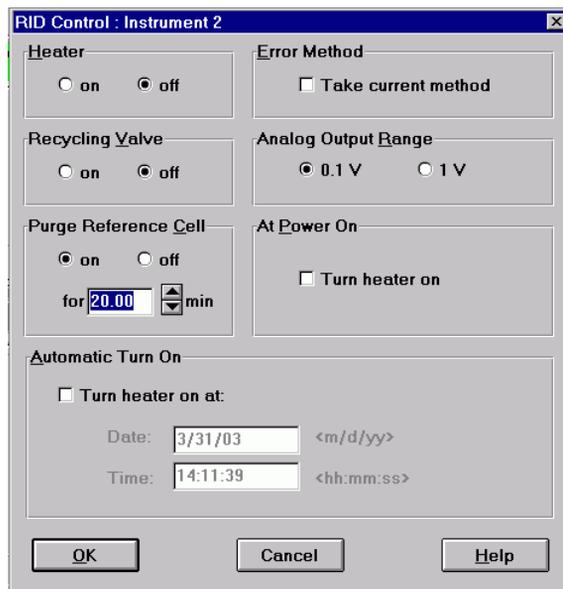

図 26 RID 標準試料のコントロール
- 4 『76 ページ 図 26』 に示すように、ヒーターを [オン] にして検出器のリファレンスセルを 20 分間パージします。